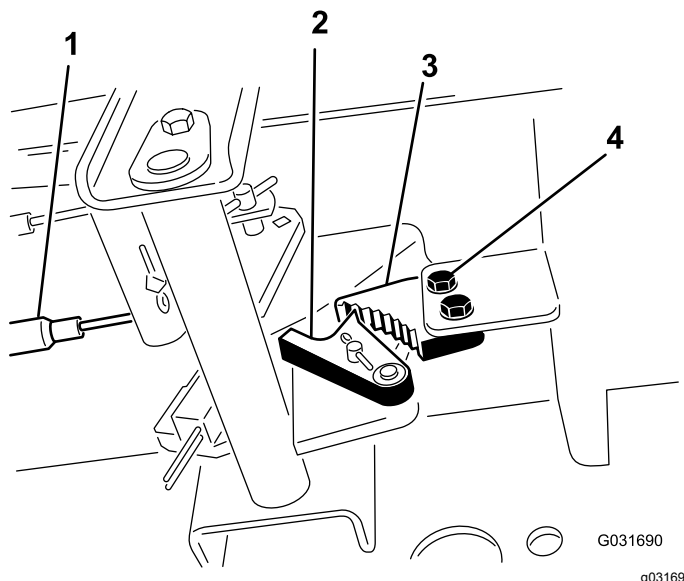

Figura 86
1. Allentate le due viti che fissano il nottolino del freno di stazionamento al telaio (Figura 86).
2. Premete in avanti il pedale del freno di stazionamento finché il fermo non s'innesta completamente nel nottolino del freno (Figura 86).